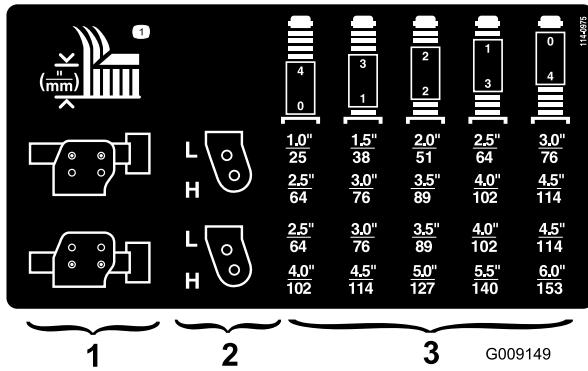

Figure 22
- Placez les essieux des roues pivotantes dans les mêmes trous sur toutes les fourches. Pour choisir les trous corrects pour la hauteur de coupe requise, reportez-vous au tableau (Figure 22).
Pour déterminer les combinaisons d'entretoises requises pour les différentes hauteurs de coupe, reportez-vous au tableau (Figure 22).